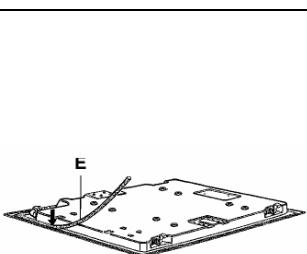

BILD 11
- Das Kochfeld umdrehen und die richtige Seite der Abdichtung „E“ (Bild 11) am Kochfeldrand aufstellen, so dass der Außenrand der Abdichtung und des Kochfelds ineinanderpassen. Das Ende der Abdichtung muss zusammenpassen ohne Überschneiden.